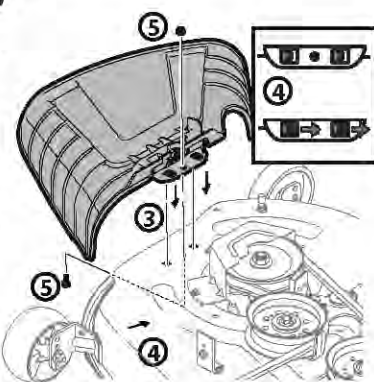

Figura 18
3. Ubique el deflector del canal en la plataforma, asegúrese de insertar las lengüetas de dicho deflector en los orificios de la plataforma. Consulte la Figura 18.
4. Deslice el deflector del canal hacia la parte posterior del tractor hasta que el orificio del perno que está en el deflector del canal quede alineado con el orificio de la plataforma. Consulte la Figura 18.